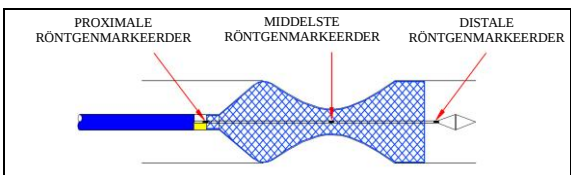

Afbeelding 4
- Wanneer de middelste röntgenmarker het midden van de doelvernauwing bereikt, blijft u de connector terugtrekken totdat de stent volledig is geplaatst. (Zie afbeelding 4. 5)
- Wanneer de middelste röntgenmarker het midden van de doelvernauwing bereikt, blijft u naar voren schuiven in de richting van de connector totdat de stent volledig is geplaatst. (Zie afbeelding 4. 6)